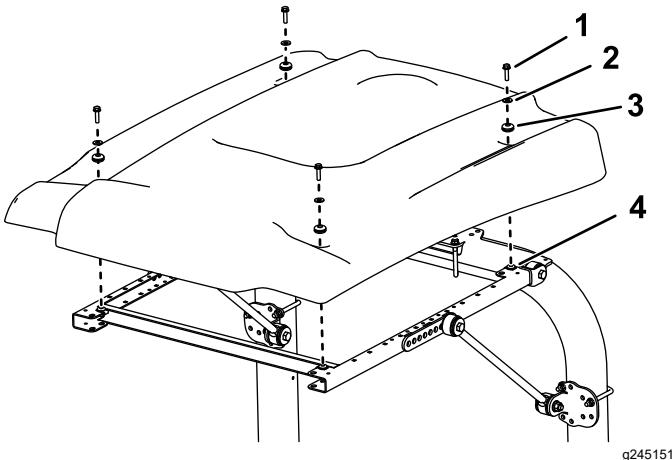

Figura 41
- Durante l'allineamento dei fori di montaggio, posizionate il parasole sul telaio come mostrato in Figura 41.
16. Montate, senza serrarlo, ciascun angolo del parasole sul telaio con un bullone a testa flangiata (5/16" x 1 1/4") con una rondella piccola e un gommino (Figura 41).